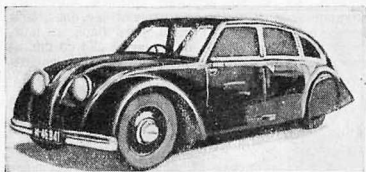

Рис. 1. Новая модель Татра-77
1. Рамка X с подшипниками, в которых покинтся резценоносительный шпиндель Ц (рис. 1), не имеет необходимой точности. Поэтому при расточке коренных подшипников получается децентрация коленчатого вала относительно первичного валика коробки скоростей.
Наиболее интересной, и не только в области применения воздушного охлаждения, является новая модель Татра-77 (рис. 1). Новый 8-ци-